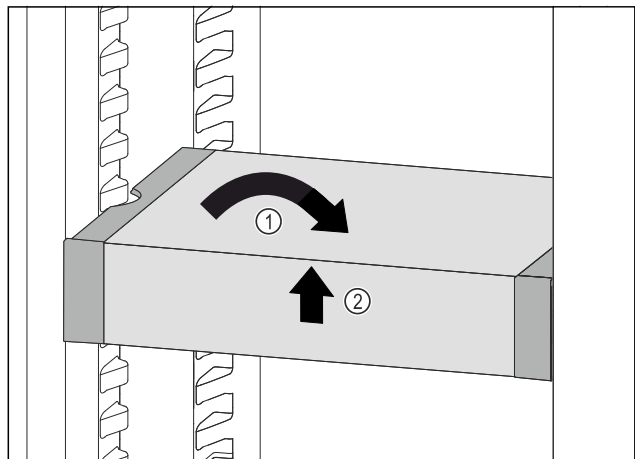

Fig. 100
- ▶ VarioSafe recht zetten. Fig. 100 (1)
- ▶ VarioSafe aan voorkant optillen. Fig. 100 (2)